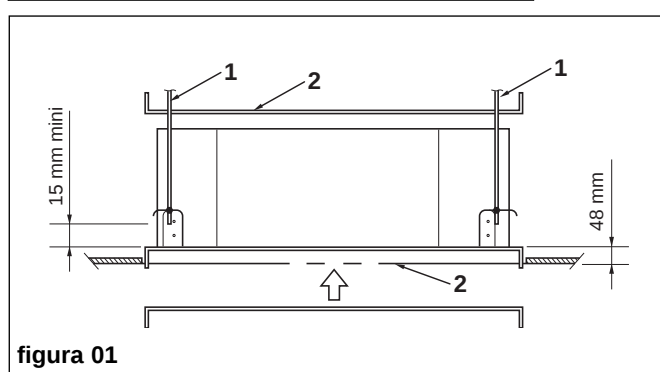

figura 01
- Utilizzare la dima (2) per determinare la posizione dei fori delle aste di sospensione (1) e il foro da praticare nel contro-soffitto (figura 01).
- La lunghezza delle aste di sospensione deve permettere di avere una distanza superiore a mm. 15 tra il basso dell'asta di sospensione e la parte bassa dell'unità (figura 01).